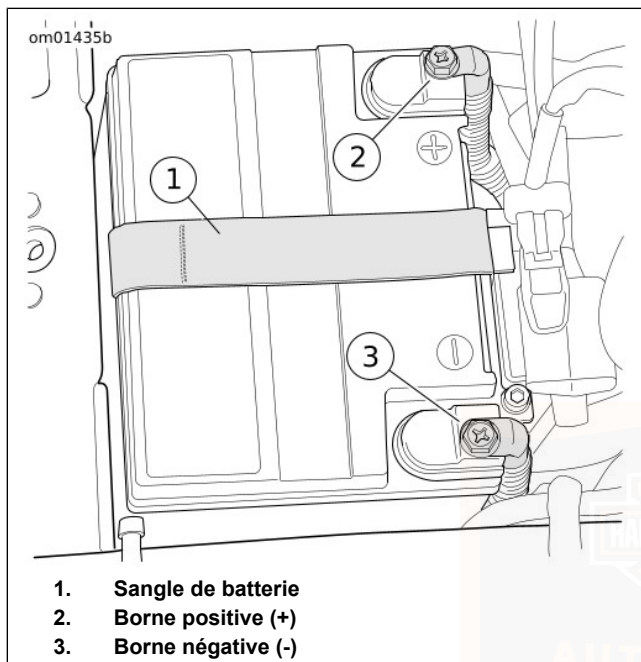

Figure 93. Compartiment de batterie
9. Voir Figure 93. Déconnecter les deux câbles de la batterie en commençant par le câble négatif.
2. Voir Figure 93. Placer la batterie dans son plateau avec les bornes dirigées vers l'avant.